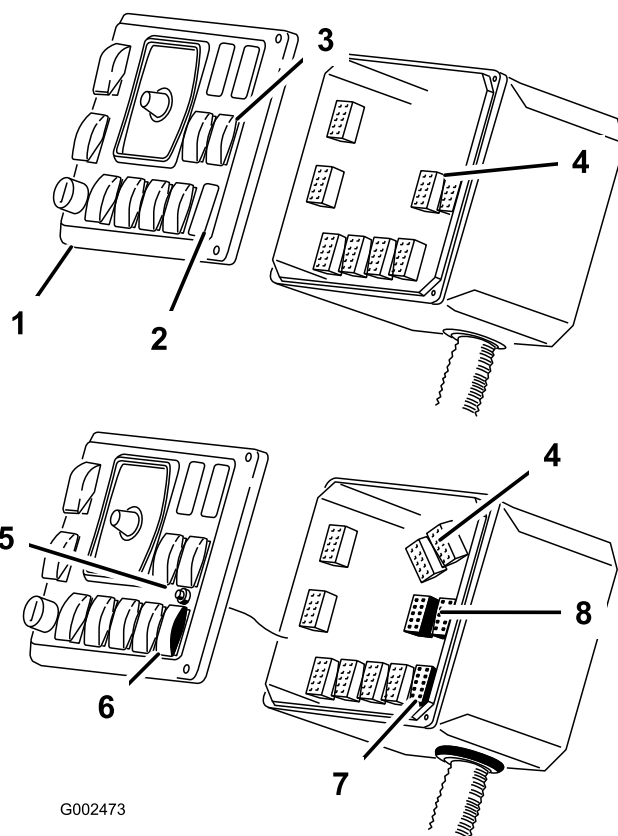

Figura 20
3. Instale el testigo en el taladro desde atrás. Sujételo al panel frontal con las fijaciones incluidas (Figura 20).
4. Retire el tapón del interruptor del Sonic Boom del panel delantero e instale el interruptor basculante del Sonic Boom (Figura 20).
5. Localice y desconecte los tapones de los interruptores de elevación de los brazos (Figura 20).